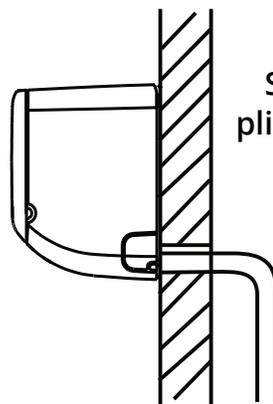

Fig. 6.2a
2. En vous basant sur l'exemple de la Fig. 6.2a, assurez-vous que votre tuyau de drainage fonctionne de la même manière. Les autres exemples de la Fig. 6.2 représentent les situations que vous devez éviter lors de l'installation de votre tuyau de drainage.
Veillez à disposer le tuyau de drainage conformément à la Fig. 6.2a.